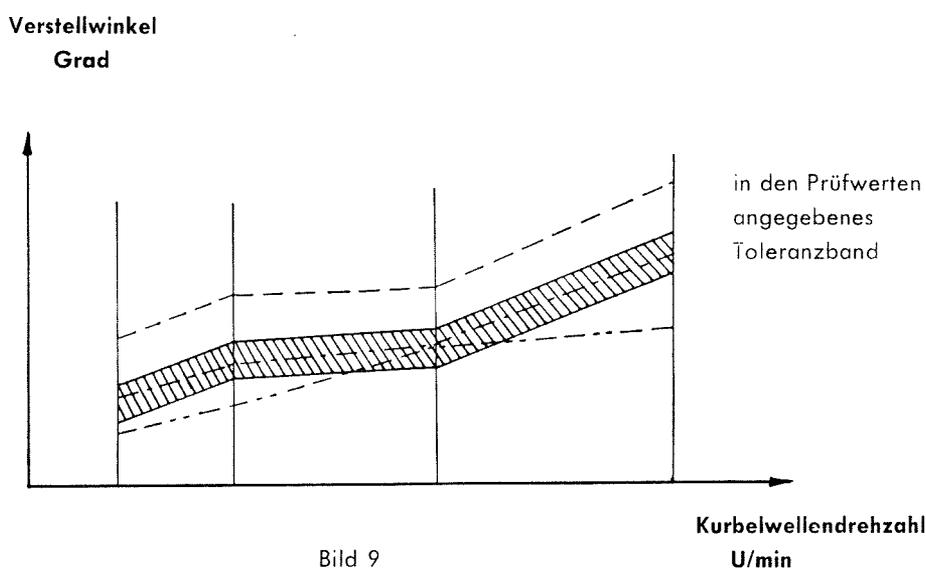

Bild 9
**Anmerk.:** Liegen die ermittelten Verstellwerte bei einem bestimmten Verteiler alle gleichmäßig über oder unter den in den Prüfwerten angegebenen Werten, läßt sich also eine gewisse Parallelität zu der Prüfwert-Verstelllinie erkennen, so ist u. U. die Ausgangsstellung (Zündzeitpunkt vor Einsetzen der Selbstverstellung) nicht richtig markiert worden (s. a. Bild 9). Es empfiehlt sich dann, nach Überprüfen der Markierung eine Wiederholungsmessung vorzunehmen.